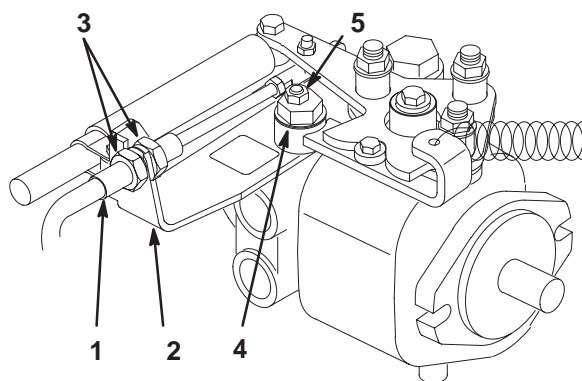

Figure 41
- A. Desserrez les écrous de blocage qui fixent le câble de commande de transmission à la cloison sur l'hydrostat (Fig. 41). Vérifiez que les écrous de blocage sont desserrés uniformément et suffisamment pour permettre le réglage.
- B. Desserrez l'écrou de fixation de l'excentrique en haut de l'hydrostat (Fig. 41).
- D. Tournez l'excentrique jusqu'à ce que la roue ne tourne plus dans aucune direction. Lorsque la roue arrête de tourner, serrez l'écrou pour bloquer l'excentrique et le réglage (Fig. 41). Vérifiez le réglage avec la commande d'accélérateur en position de ralenti, puis de régime maximum.
- E. De part et d'autre de la cloison, serrez les contre-écrous **uniformément** pour fixer le câble de transmission à la cloison (Fig. 41). Ne tordez pas le câble.